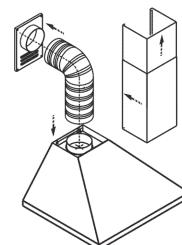

рис. 8
6.5. В зависимости от режима эксплуатации вытяжки соедините вентилятор (при помощи переходника) КВ «Оптима 50/60П(Н)-400-ПЗЛ», «Оптима 50/60П(Н)-400-К3Л» с вентиляционной решеткой воздуховодом (рис. 8) или установите на вентилятор угольные фильтры. Угольные фильтры устанавливаются на защитные решетки корпуса вентилятора (рис.9, 9A).
6.7 Установите фальштрубы (рис. 8, 9). Выдвиньте верхнюю фальштрубу, (рис. 11) и прикрепите ее самонарезающими винтами к кронштейну. На вытяжки «Оптима 50/60П(Н)-400-ПЗЛ», «Оптима 50/60П(Н)-400-К3Л», «Оптима Wood 60П-430-ПЗЛ» устанавливается только одна нижняя фальштруба.
- будьте осторожны при установке фальштруб (рис. 8), не повредите поверхности из нержавеющей стали. Их легко поцарапать.